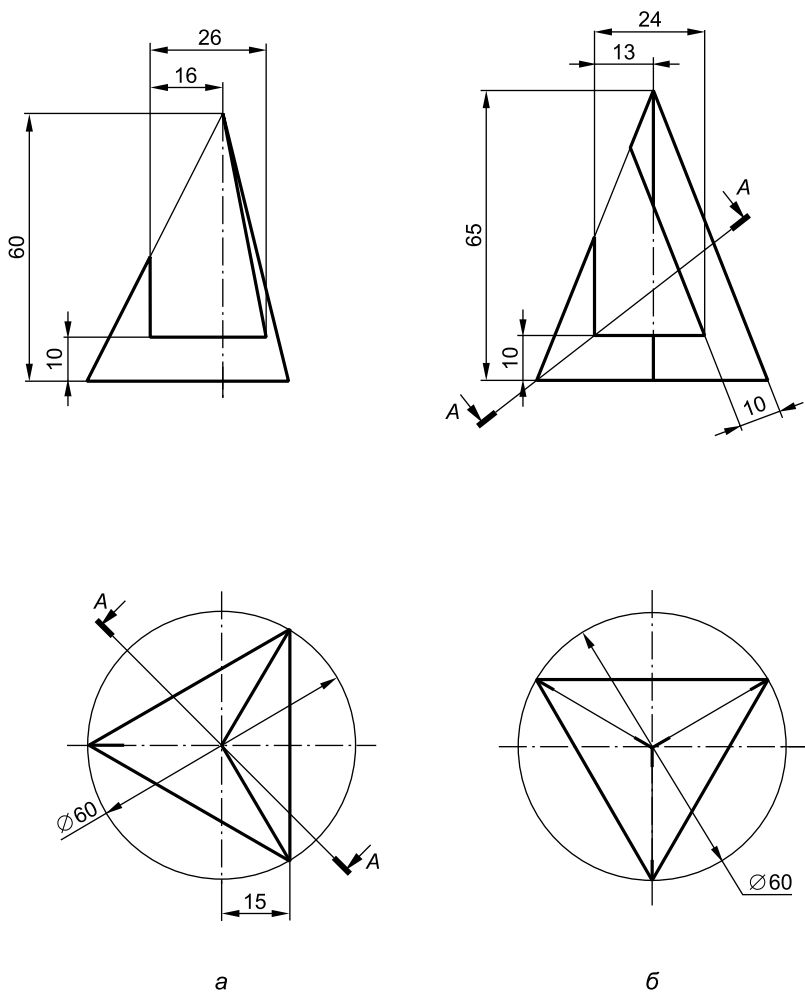

Рис. 22
2.24. Достроить горизонтальные проекции двух пирамид, показанных на рис. 22, *а*, *б*, а также построить профильные проекции, натуральные виды сечений *А—А* и развертки их боковых поверхностей.